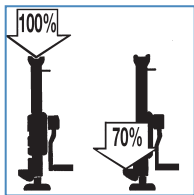

Fig. 1
3. Assicurarsi che i carichi non superino la portata nominale delle binde (fig. 1)